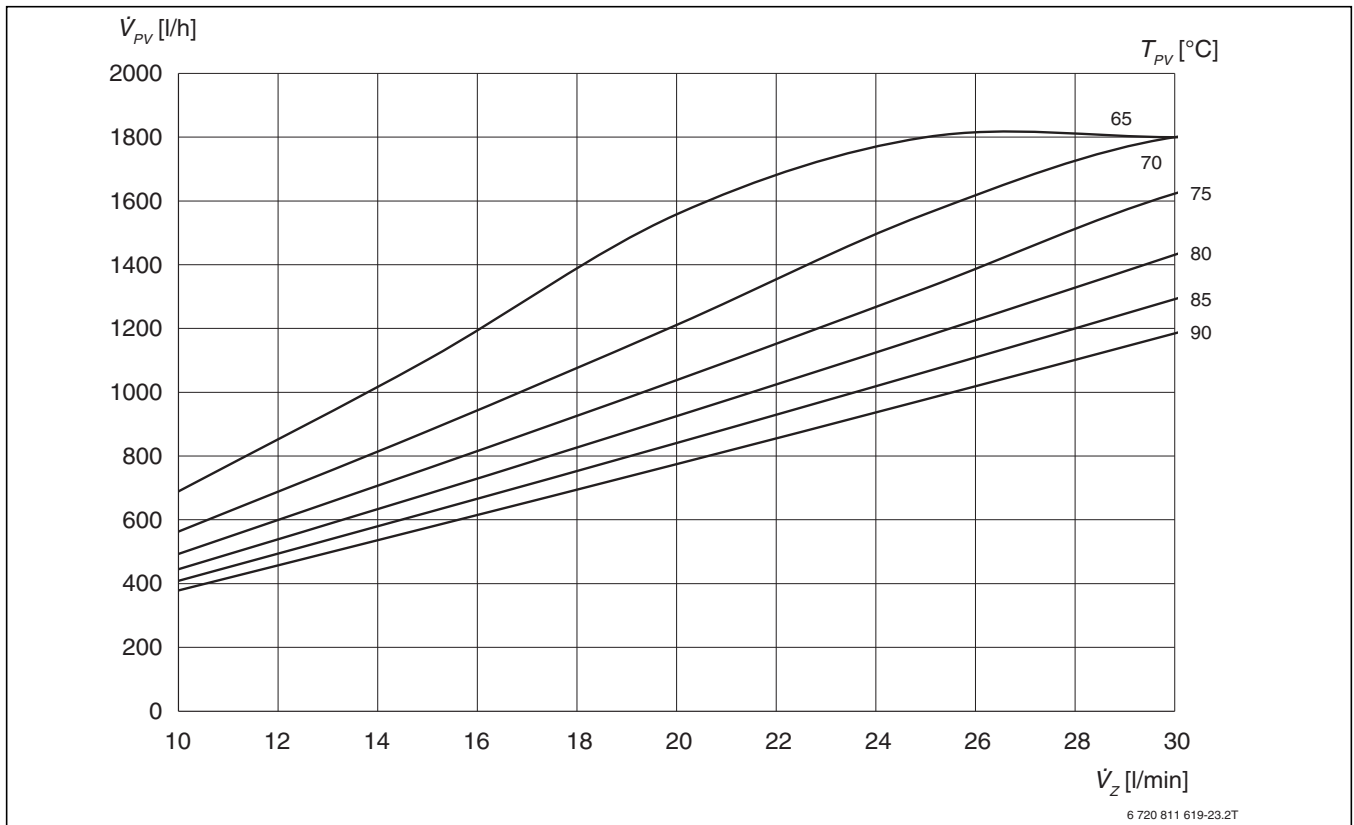
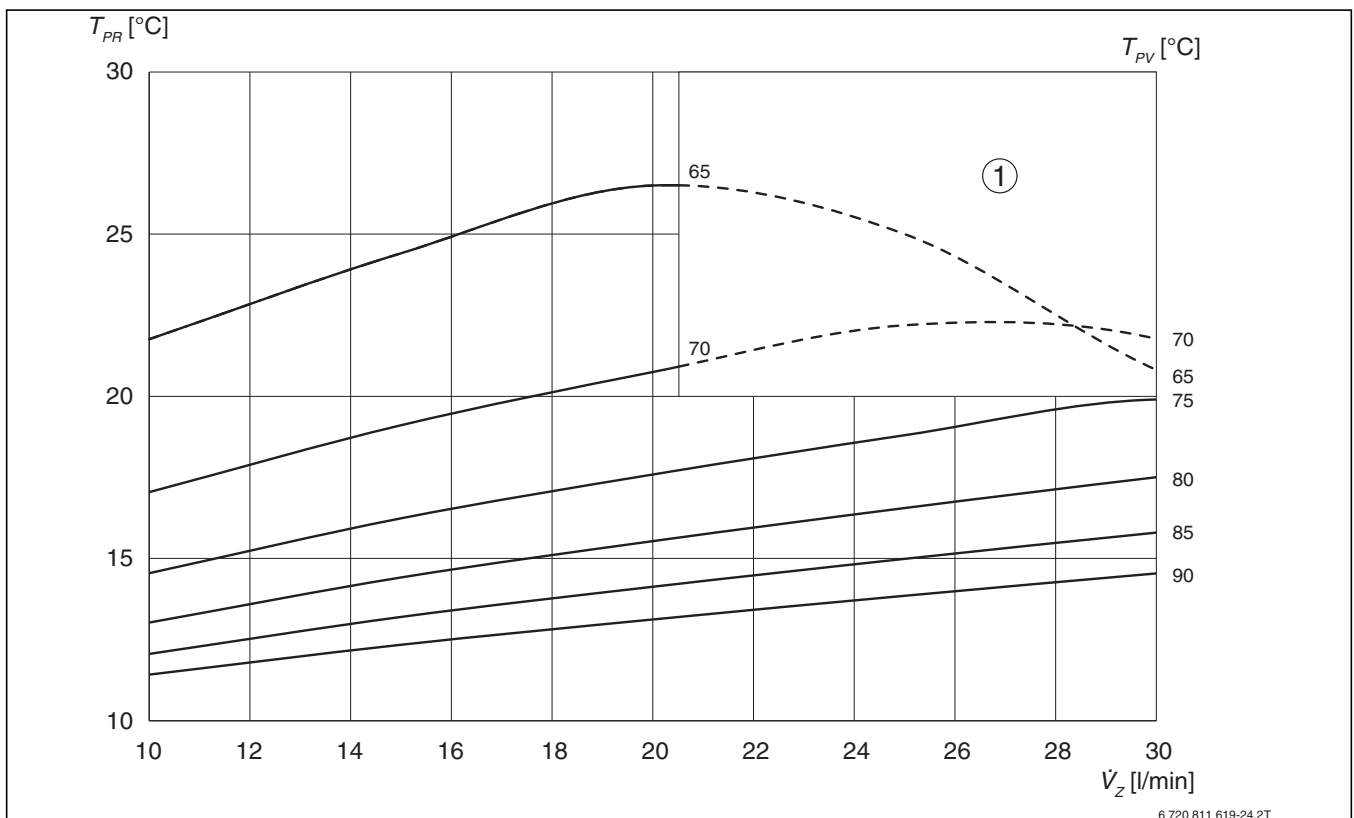

Bild 204 Volumenstrom vom Pufferspeicher (Vorlauf) bei 60 °C Zapftemperatur
Bild 205 Volumenstrom zum Pufferspeicher (Rücklauf) bei 60 °C Zapftemperatur
**Legende zu Bild 204 und Bild 205:**